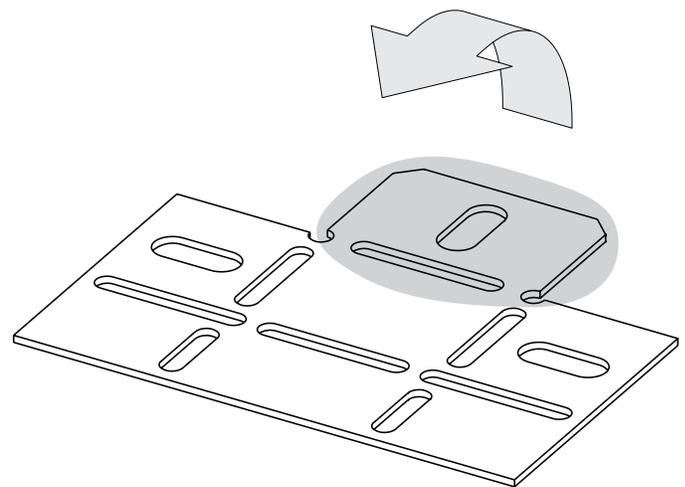

Figure 1
7. Plier les supports de fixation du doublage supérieur, comme l'illustrent les **Figures 1 et 2**.
10. Pour fixer les coins inférieurs avant des panneaux latéraux de doublage, plier une patte sur les clips de retenue du bas pour qu'elle corresponde à l'angle du panneau latéral de doublage, comme l'illustre la Figure 1.